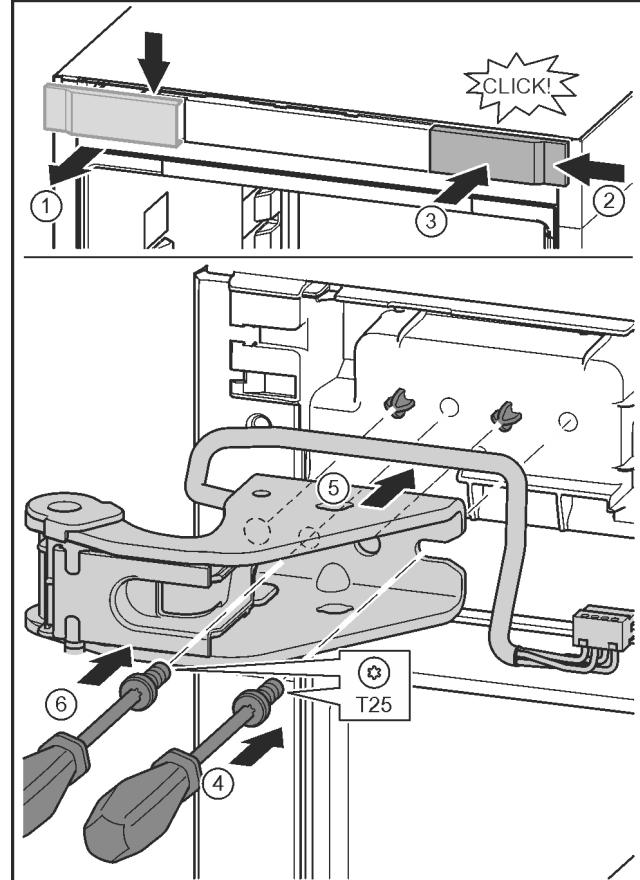

Fig. 28
- ▶ Відпустіть кришку та зніміть збоку. Fig. 28 (1)
- ▶ Почекіть кришку, що повернута на 180°, з іншого боку праворуч. Fig. 28 (2)
- ▶ Зафіксуйте кришку. Fig. 28 (3)
- ▶ Встановіть гвинт за допомогою викрутки T25. Fig. 28 (4)
- ▶ Встановіть верхній опорний кронштейн. Fig. 28 (5)
- ▶ Закрутіть гвинт. Fig. 28 (4)
- ▶ Встановіть та закрутіть гвинт за допомогою викрутки T25. Fig. 28 (6)